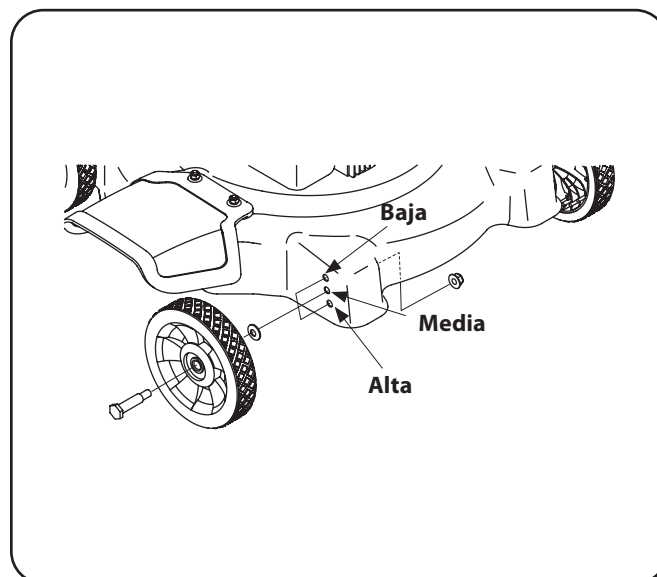

Figura 3-6
1. Saque de las ruedas los pernos del carro y los elementos de ferretería relacionados. Vea Figura 3-6.